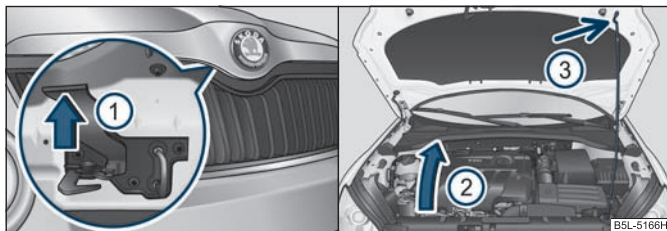

Fig. 170 Rejilla del radiador: Palanca de seguridad / seguro del capó con la varilla de apoyo
- Presione la palanca de seguridad en la dirección de la flecha ① ⇒ fig. 170, el capó se desbloquea.
- Retire la varilla de apoyo ② del soporte y asegure el capó abierto colocando el extremo de la varilla en el orificio ③ previsto para ello ⇒ fig. 170.